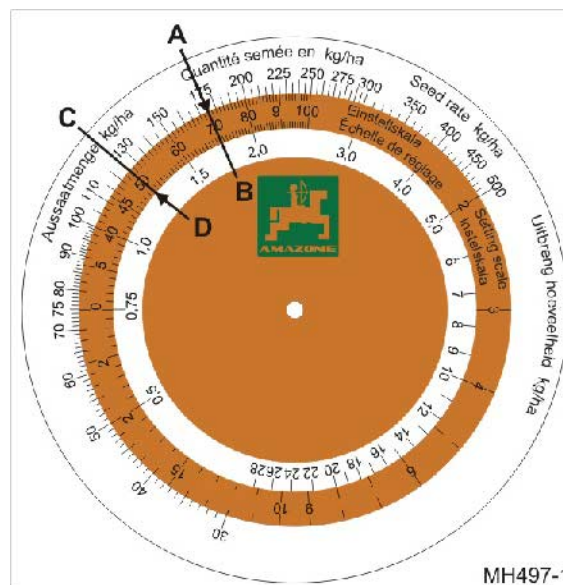

図 138
175 kg/ha (図 138/A)
- o ギア位置 70 (図 138/B)
- 125 kg/ha (図 138/C)
→ ギア設定 50 (図 138/D)